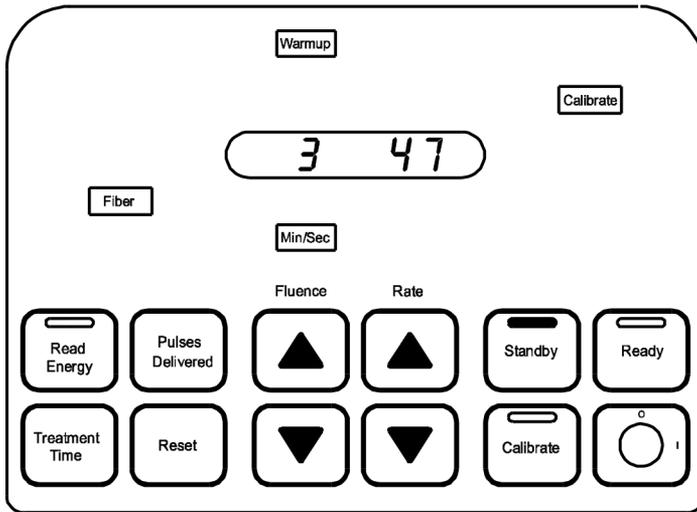

Figura 3
- Cuando el sistema está en modo de **calentamiento**, se iluminará la luz de advertencia **Warm-up**. También se iluminan el botón **Standby** y la luz de estado de color verde en la parte superior del panel de control. (Figura 3)